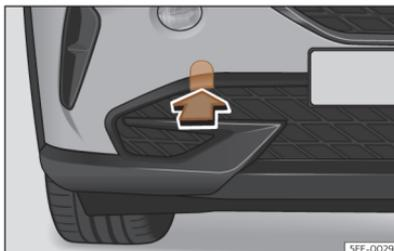

Fig. 199 En el lado derecho del paracolpe delantero: retirar la tapa.
El alojamiento de la argolla de remolque enroscable se encuentra en el lado derecho del paracolpe delantero detrás de una tapa >>> **fig. 199.**
- Retire la tapa haciendo presión en la zona inferior de la misma y déjela colgando del vehículo >>> **fig. 199.**